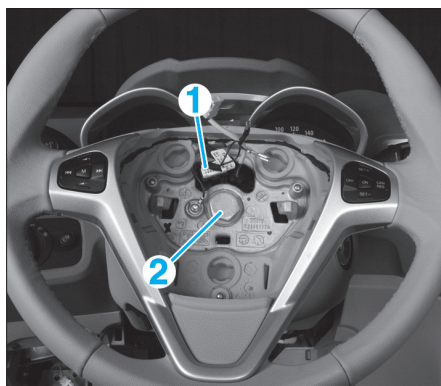

Fig. 1
- Débrancher le connecteur (1) (Fig.1).
- Déposer la vis (2).